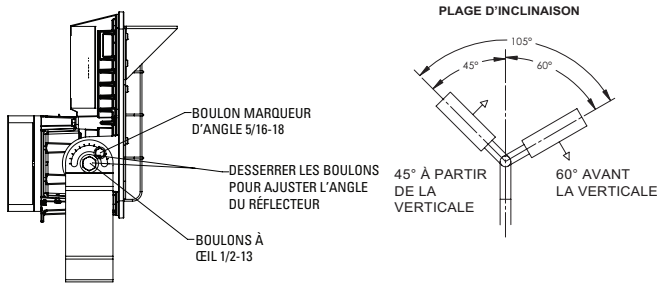

Figure 3
3. Réinstaller le panneau arrière/dissipateur thermique et serrer les neuf (9) vis de montage à 2,5 N.m (22 lb-po). S'assurer que le câblage ne s'est pas coincé lors de l'installation.
4. Pour les derniers ajustements verticaux, desserrer les boulons à œil de l'étrier du réflecteur afin de le positionner dans le bon angle. Voir la figure 3.
6. Serrer les deux (2) boulons à œil 1/2-13 à 61 N.m (45 lb-pi).
7. Serrer les deux (2) boulons marqueurs d'angle 5/16-18 à 15,6 N.m (138 lb-po).